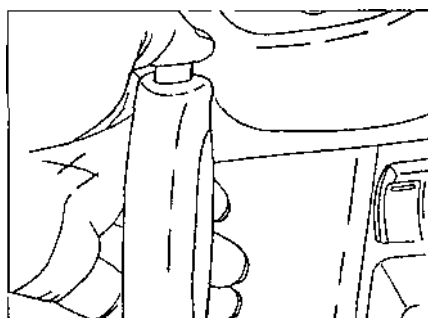

Рис. 7.56
- проверить тросы привода стояночного тормоза на предмет их свободного перемещения при подъеме и опускании рычага (рис. 7.56);